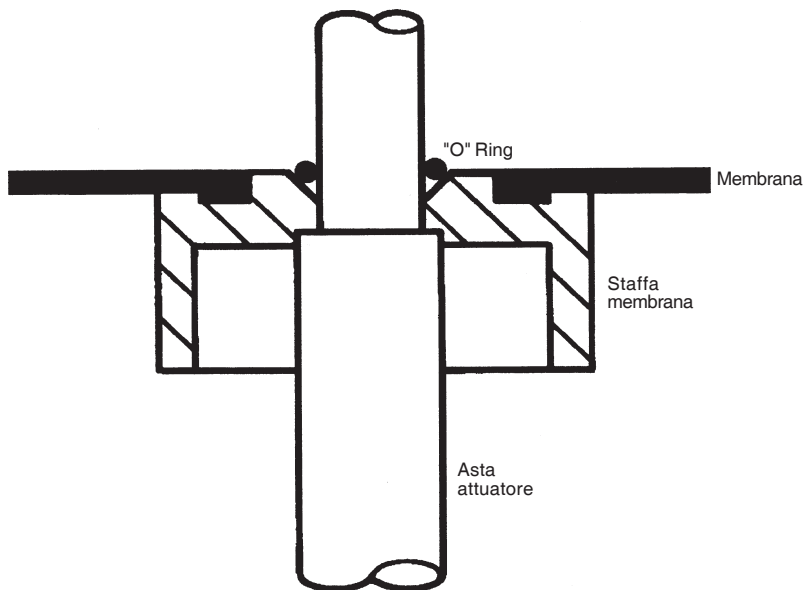

Fig. 9 Posizione Membrana
Rimontare nel seguente ordine. Capovolgere la membrana e rimontare assicurandosi che il bordo della membrana sia correttamente sistemato nella scanalatura inferiore dell'attuatore (vedere Fig. 9) Capovolgere pistone e rimontare assicurandosi che prema fermamente contro la membrana. Rimontare la rondella di alloggiamento della molla (solo per attuatori a molla singola), il distanziatore, la staffa superiore della membrana, la rondella in fibra ed il dado in Nyloc.
Rimontare il nuovo "O" ring e la membrana assicurandosi che il bordo della membrana si adatti completamente alla scanalatura della staffa inferiore (5) (vedere Fig. 9) e successivamente tutte le parti seguendo l'ordine inverso, usando una rondella in fibra e un dado in Nyloc- nuovi. Rimontare la custodia superiore e stringere le viti in modo uniforme (fare riferimento alla tabella 2 per la coppia di serraggio).